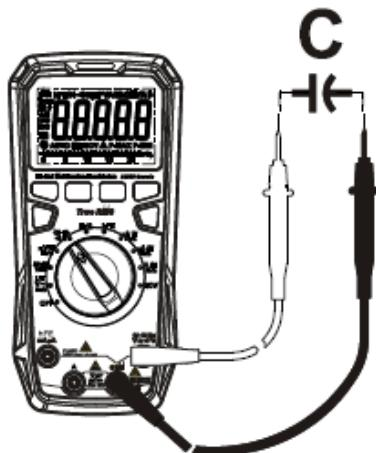

Рисунок. 11
**Измерение емкости (см. рисунок 11)**